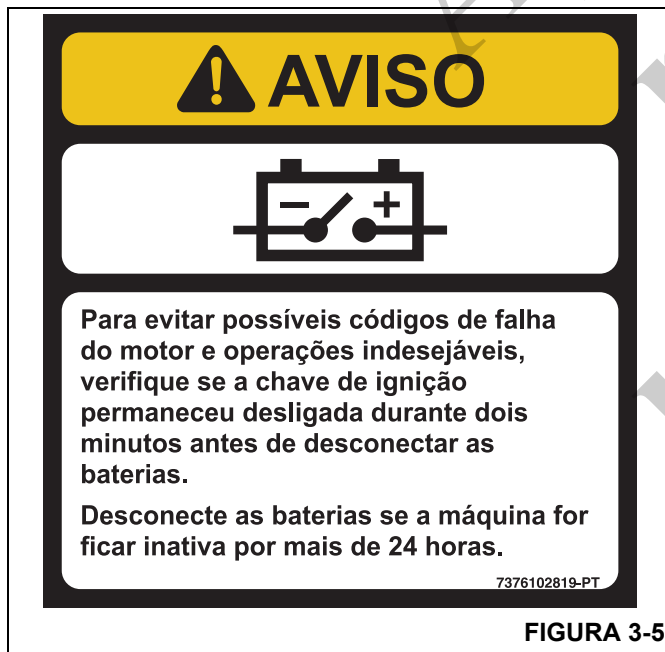

FIGURA 3-5
3. Conecte os cabos aos terminais das baterias, come- çando com os terminais negativos (Figura 3-5)